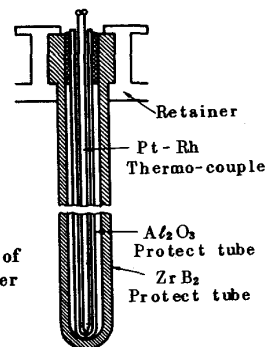
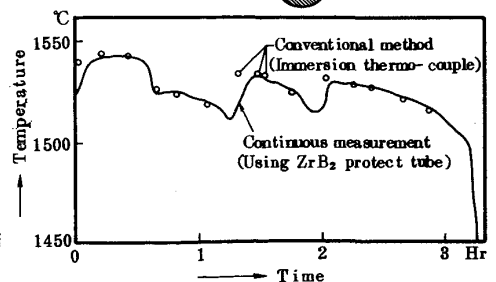

Fig.2. Structure of thermometer
Fig.3. An example of continuously measured temperature
3.2. 保護管の設計 (1) FEM (有限要素法) 解析により求めた熱応力、温度変化に対する応答性、(2) ZrB_2 セラミックスの成形技術、(3) 実操業への適用性 (操作性) 等を考慮し、保護管の肉厚、形状・寸法を決定し、Fig.2 に示す構造の連続测温用温度計を製作した。熱電対には白金-ロジウム系を使用し、 Al_2O_3 管と今回開発の ZrB_2 管の2重保護構造とした。
4. 実操業における溶銑・溶鋼連続测温結果 今回開発の温度計 (Fig.2) を用いて、高炉出銑樋および連続铸造設備タンディッシュ内において溶銑および溶鋼の連続测温を行なった。Fig.3 に测温データの例を示す。(1) 温度偏差: 従来の消耗型温度計に比べ $5^{\circ}C$ 以内、(2) 初期応答速度: $1 \sim 2$ 分 ($950^{\circ}C \rightarrow 1550^{\circ}C$)、(3) 耐久性: 溶銑にて 28 時間、溶鋼にて 12 時間 (浸食速度 $0.06 \sim 0.17 mm/hr$) と、長時間の連続测温が可能であった。